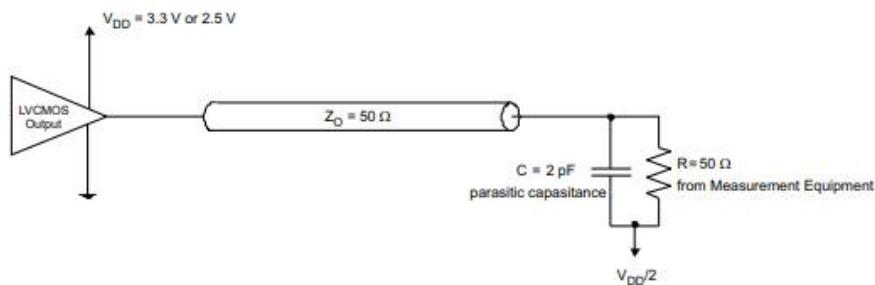

图 1 开关特性测试电路
(1) 所有典型值均为各自的标称 V_{DD} 。对于开关特性，输出端接至 $V_{DD}/2$ 的 50Ω (见图 1)。
(2) 功耗计算的公式